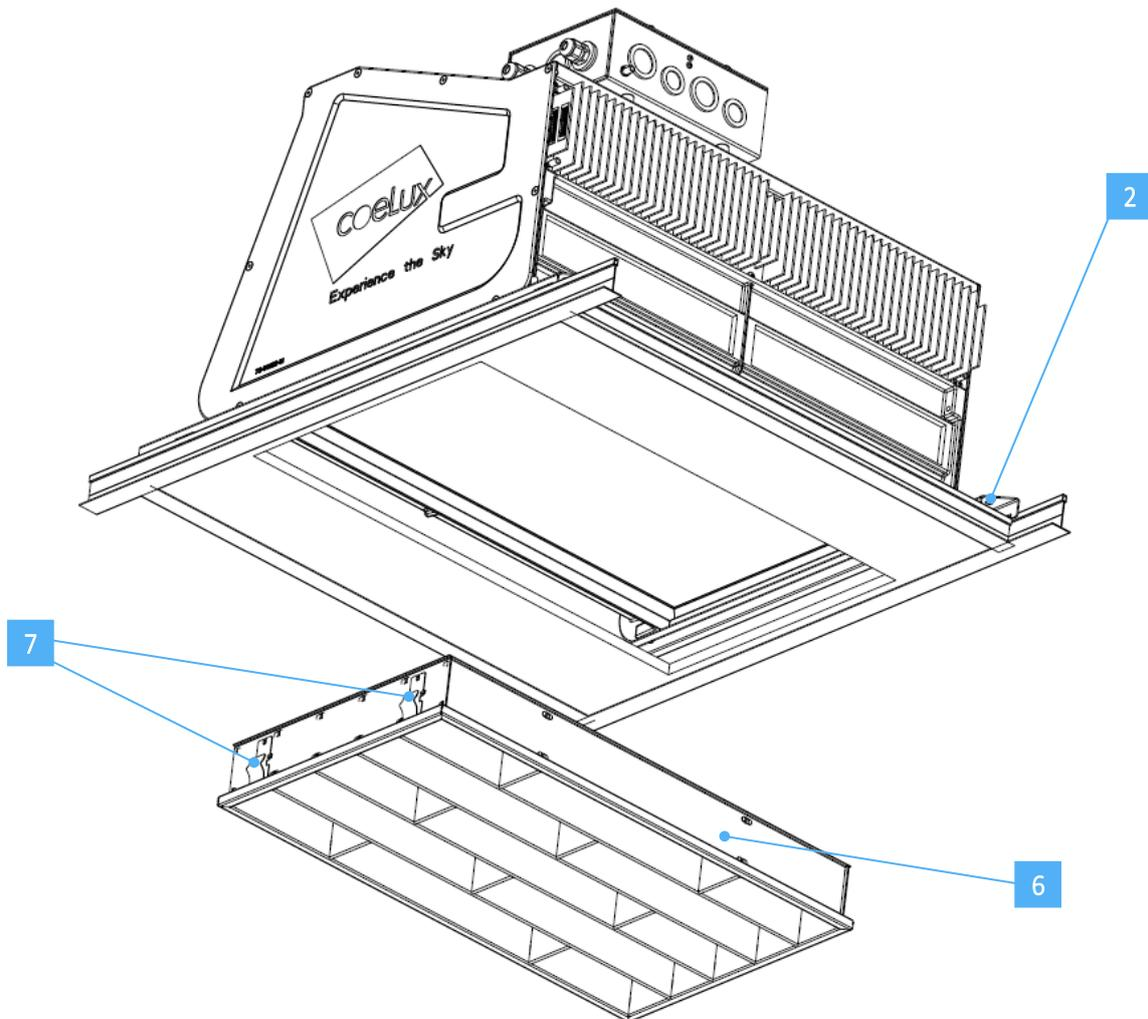
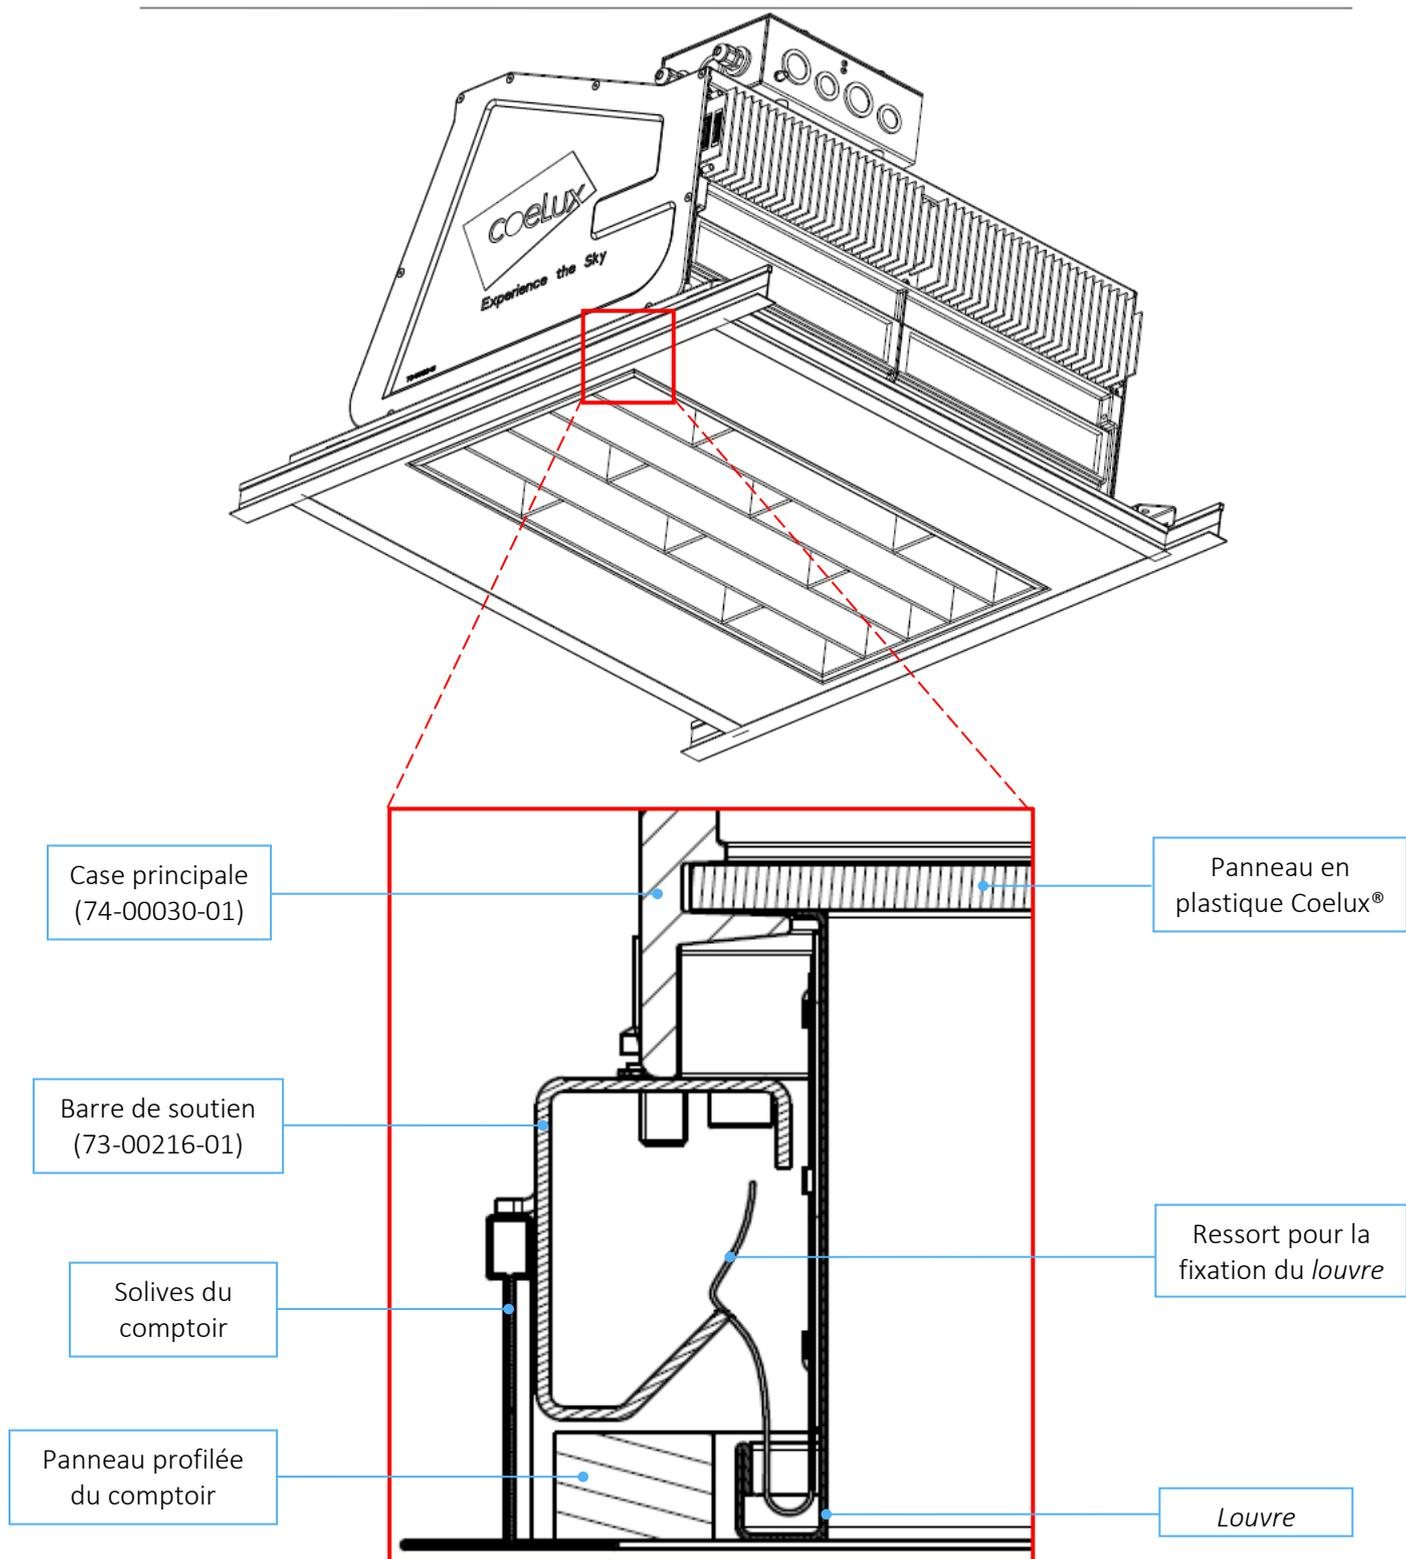
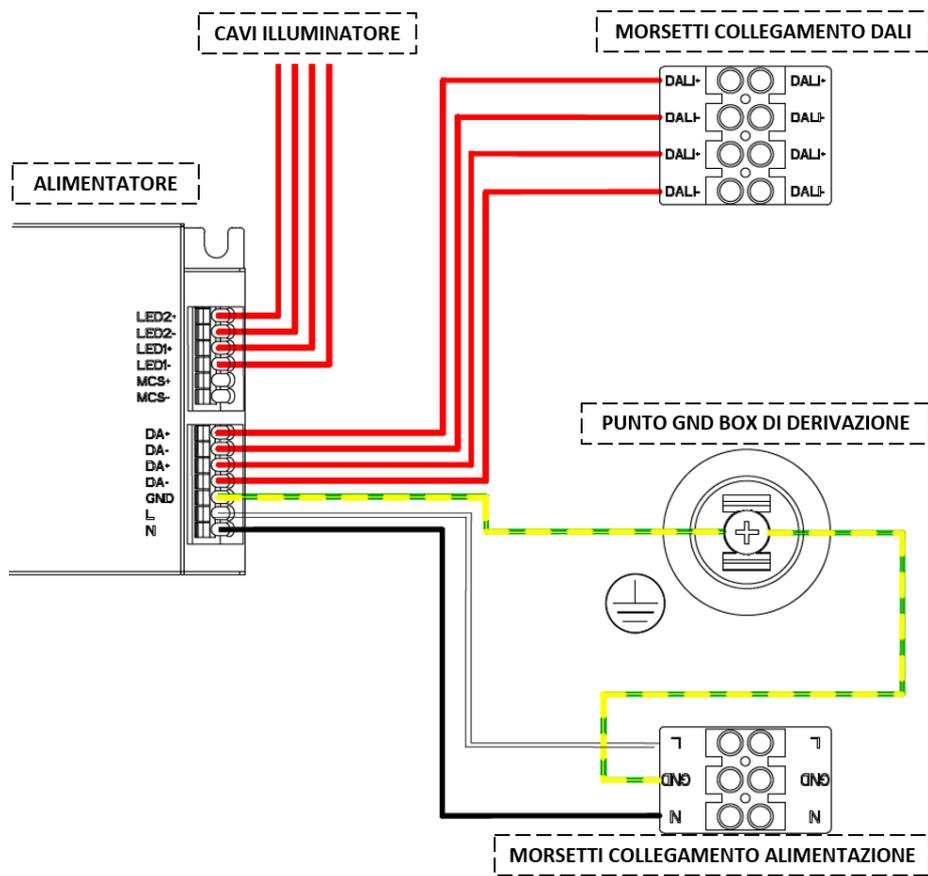

Fig. 7
Fig. 8
Fig. 18 Schéma des branchements électriques dans la boîte de dérivation
- D. Soulever le *louvre* [6] (Figure 7) et le pousser vers le panneau jusqu'à accrocher les 4 ressorts [7] aux barres de soutien [2] (détail figure 8).
- A. Ouvrir le couvercle de la boîte de dérivation au-dessus du produit, à côté de l'étiquette. Vous trouverez l'alimentateur et deux plaques à bornes à vis (voir fig.7). Le schéma des branchements se trouve à la figure 18.